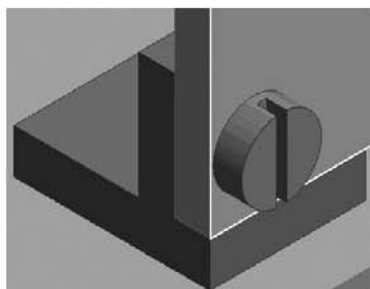

Рис. 9.88. Расположение винтов для соединения уголка с печатной платой
19. В результате Винты М3×5 ГОСТ1491–80, соединяющие уголки с печатной платой сверху и снизу, будут установлены (рис. 9.88).